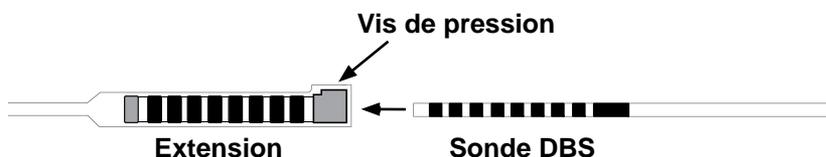

Figure 29. Le connecteur de la sonde et de l'extension de la sonde DBS
1. S'assurer que la vis de pression n'entrave pas le port d'entrée sur le connecteur de l'extension DBS en dévissant la vis de pression d'un ou de deux tours à l'aide de la clé dynamométrique. (Figure 29).